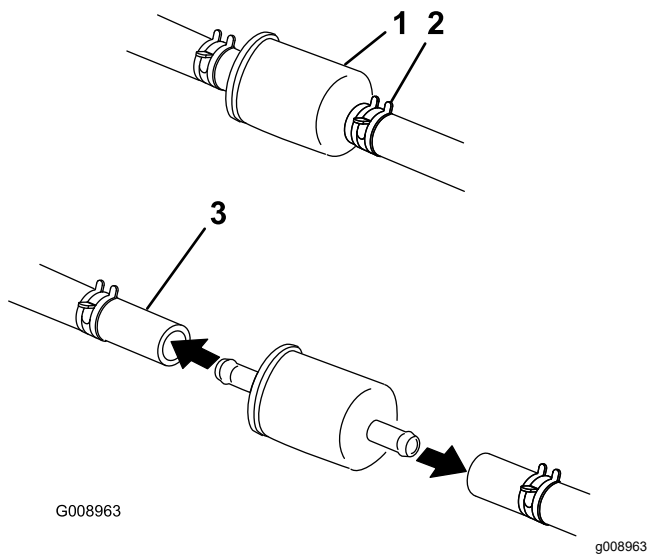

Figure 65
5. Remplacez le filtre à carburant (Figure 65).